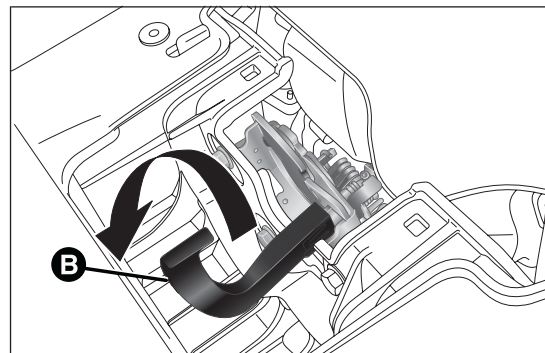

fig. 100
- actionner le levier B fig. 100 en agissant dans le sens indiqué par la flèche et ouvrir le capot.